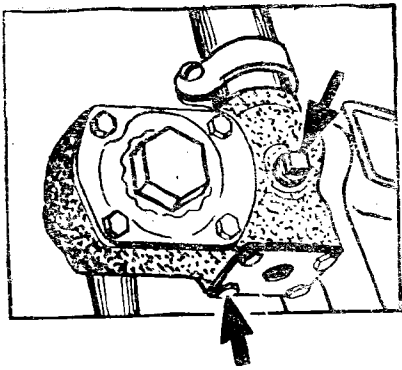

Рис. 19. Рулевой механизм. Стрелками указаны места слива и наливания масла.
1. Уровень масла в рулевом механизме должен быть на 20 мм ниже верхней кромки наливного отверстия. Для слива масла отвертывайте нижний правый болт крепления передней крышки рулевого механизма (рис. 19).